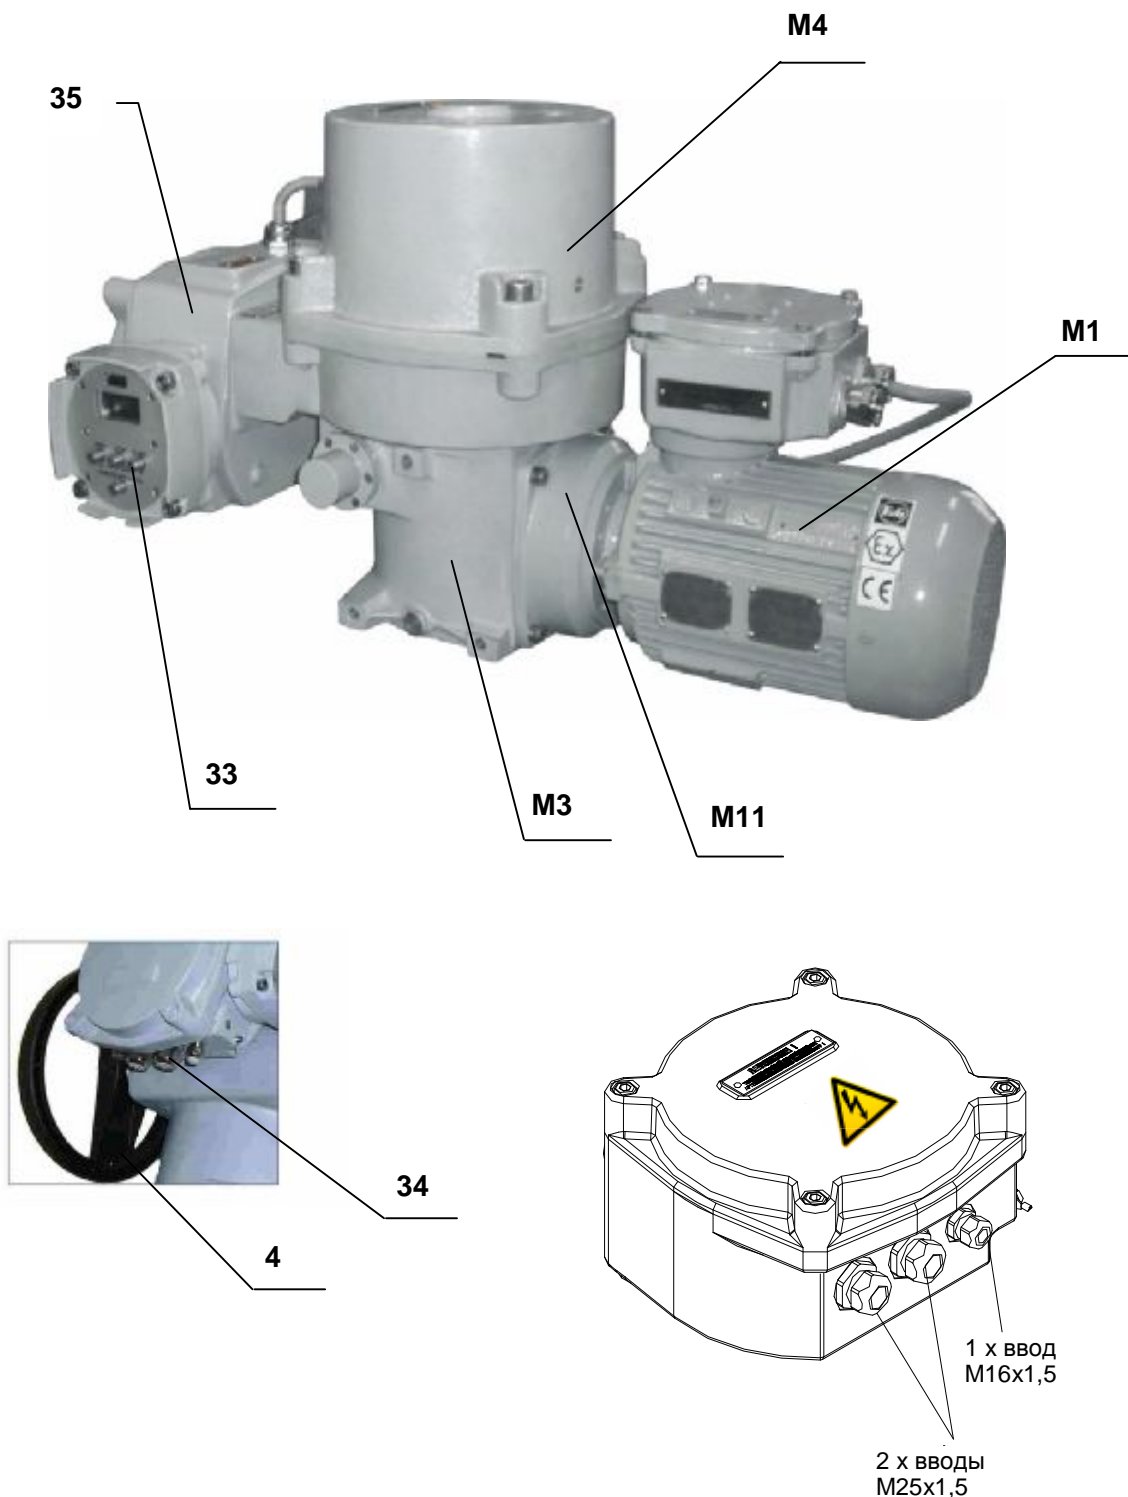

Рис. 1 – МО 3-Ex / МО 4-Ex
ЭП МО-Ex состоит из следующих модулей (рис.1, 1а):
Рис. 1 а – МО 5-Ex
### Модуль М4 – шкаф управления (рис. 1,1а)
- электрическое включение через клеммные колодки (**Ex e IIC T4**), расположенное в пространстве шкафа клеммной колодки (35) (рис.1,1а) и кабельных концевых втулок (34) (рис.1,1а)
- модуль местного электрического управления (33) (рис.1,1а) (для спецификации ЭП) помещен на шкафу клеммной колодки.